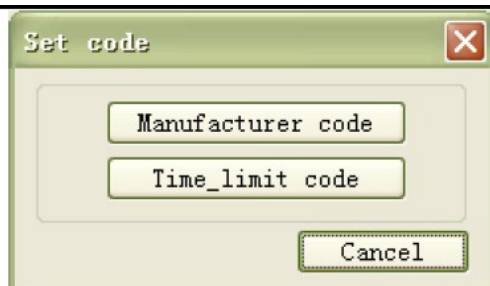
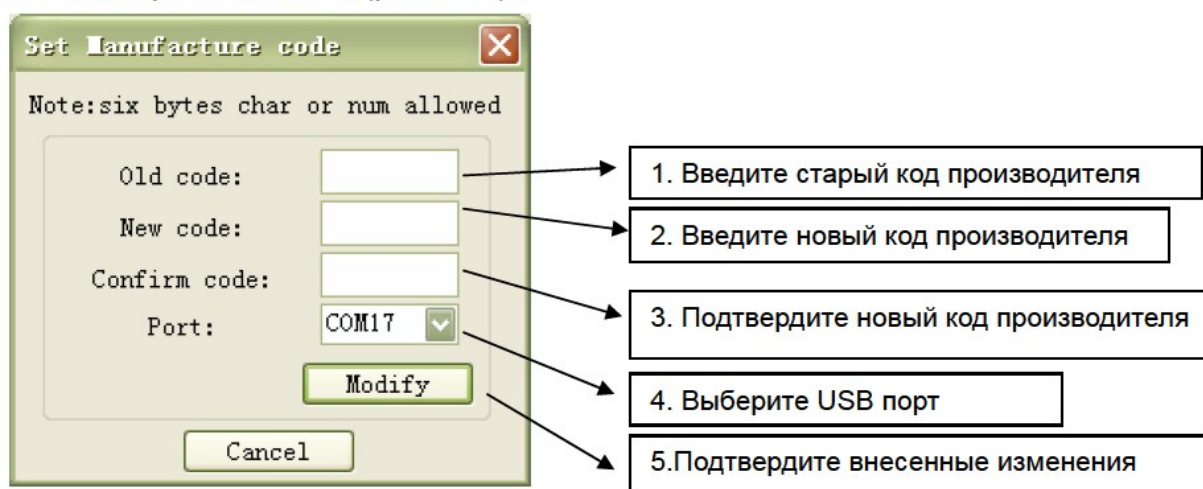
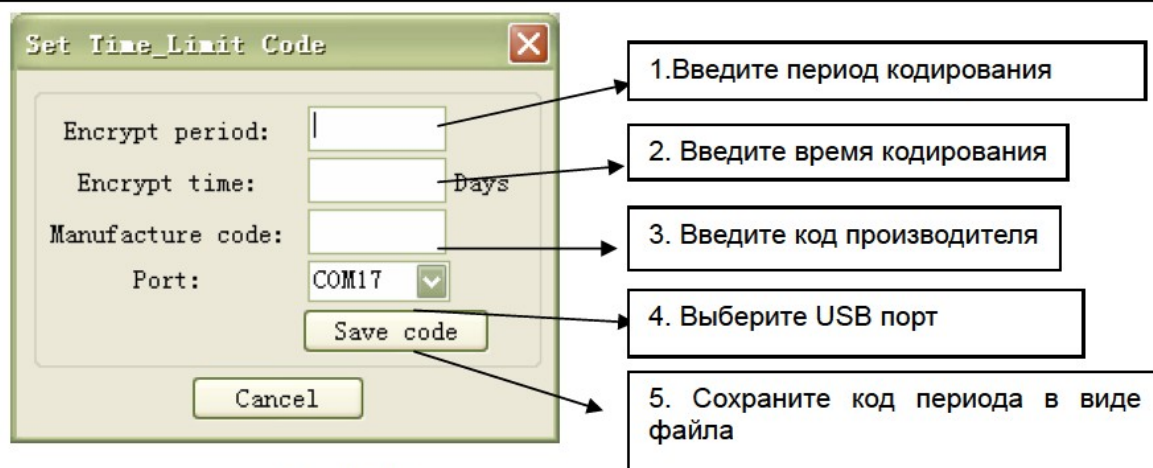

Рис.1-12
Рис.1-13
Рис.1-15
(2) Соедините компьютер с лазерным станком через USB, затем введите правильный код, авторизованный производителем, и выберите правильный USB порт, нажмите на клавишу *Ok*, появится диалоговое окно, как на рис.1-12:
Нажмите на клавишу код производителя (рис.1-12), возникнет диалоговое окно Настройка кода производителя (рис.1-13):
После введения старого кода, нового кода, кода подтверждения и выбора USB порта нажмите на клавишу Сохранить (*Modify*), как на рис.1-13. Когда изменения будут успешно сохранены, появится окно как на рис.1-14
Нажмите на клавишу код ограниченного времени, как на рис.1-12, появится диалоговое окно кода ограниченного времени (рис.1-15):